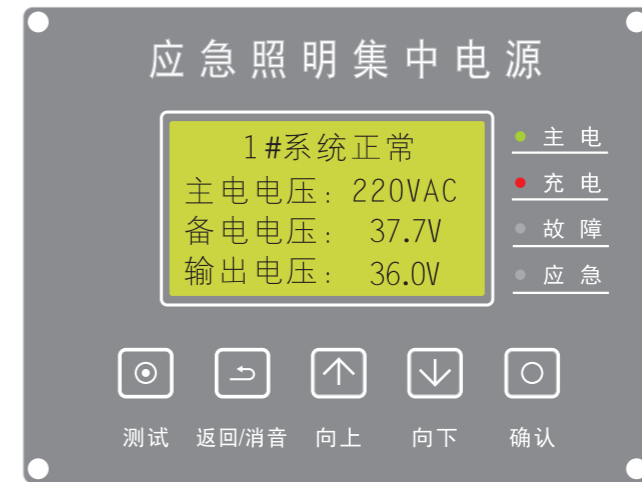
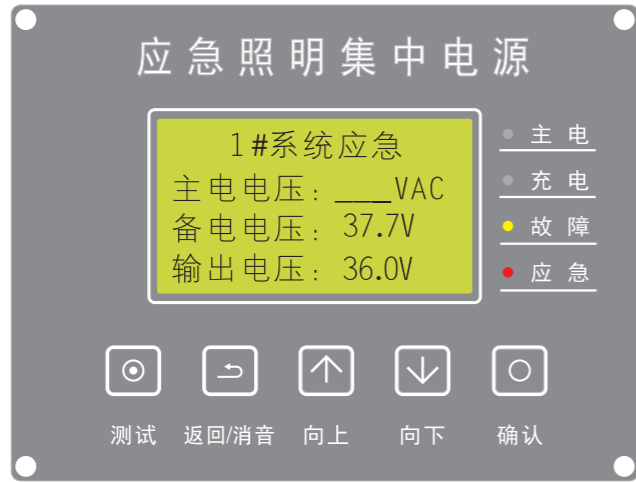

图5
图11
(1)、系统正常：在主屏时，第一行显示设备当前地址与工作状态，下面显示各项电压参数。显示屏右侧状态指示灯显示当前电源及系统状态，如图5所示。
(6)、系统应急：当AC220V主电电源停电后，设备进入应急状态，显示屏显示【N#系统应急】应急状态指示灯点亮（如图11）；当主电恢复后，系统自动恢复至正常状态，同时电池自动进行充电，如图5所示。